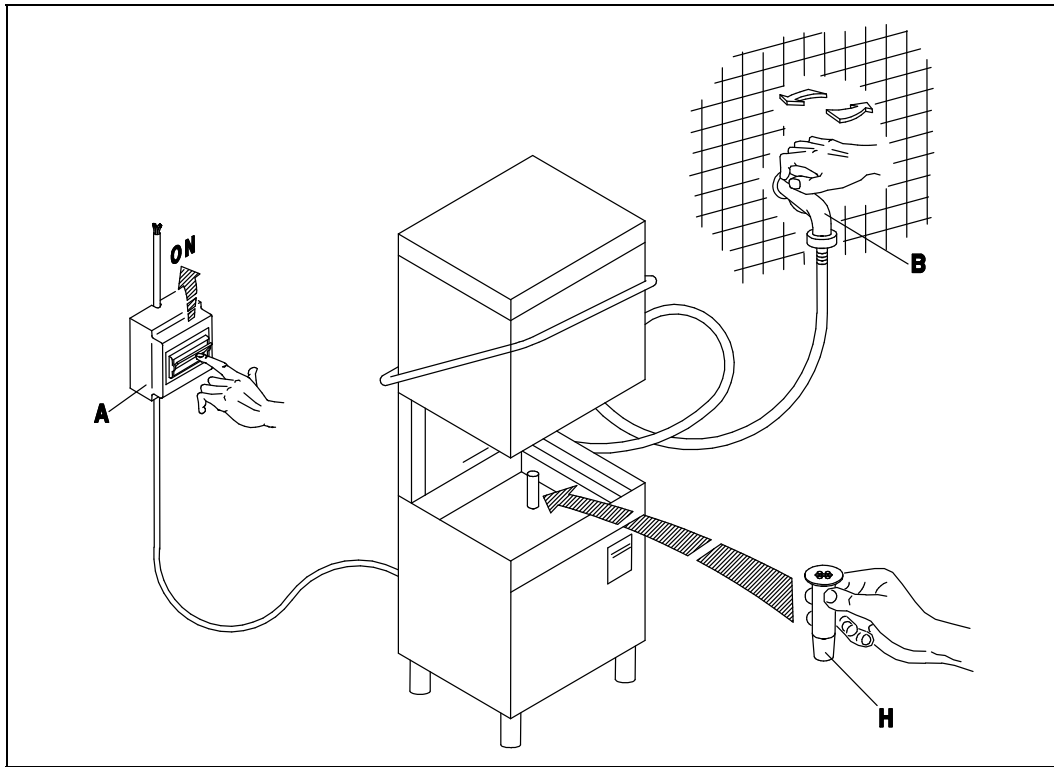

Fig. 3-1
- Aprire il rubinetto dell'acqua (B), inserire l'interruttore generale (A). Attivare l'interruttore principale dell'apparecchio (1), ne conseguirà l'accensione della spia (A) evidenziando che la macchina è sottoposta a tensione. A porta chiusa l'apparecchio si riempie d'acqua e alla fine del carico, si inseriscono automaticamente le resistenze della vasca e del boiler. Il funzionamento delle resistenze è reso visibile dall'accensione delle spie (D) ed (E). Quando entrambe le spie si spengono l'acqua avrà raggiunto le temperature impostate e l'apparecchio sarà pronto per iniziare il lavaggio. (fig. 3-1÷3-2)
- Turn on the water tap (B) and switch on the master switch (A). Turn the appliance ON switch (1), which will cause the warning light (A) to illuminate, indicating that the machine is live. When the door is closed the appliance fills with water. When it is full, the tub and boiler heating elements come on automatically. When the elements are activated, the warning lights (D) and (E) are illuminated. When both warning lights go out the water has reached the set temperature and the appliance is ready to begin the washing cycle. (fig. 3-1÷3-2)
- Öffnen Sie den Wasserhahn (B) und betätigen Sie den Hauptschalter (A). Beim Betätigen des Schalters (1) am Gläserspüler wird die Anzeige (A) aufleuchten, an der Sie erkennen können, daß die Maschine unter Spannung steht. Bei geschlossener Tür läuft Wasser in die Maschine; ist die nötige Wassermenge einmal erreicht, so schalten die Widerstände des Spülbehälter und des Boilers automatisch ein. Der Betrieb der Widerstände wird durch das Aufleuchten der Anzeigen (D) und (E) erkennbar. Beide Leuchtanzeigen erlöschen, wenn das Wasser eine vorbestimmte Temperatur erreicht hat, d. h. wenn der Gläserspüler betriebsbereit ist. (fig. 3-1÷3-2)
- Ouvrir le robinet (B) et insérer l'interrupteur général (A). Ouvrir l'interrupteur principal de l'appareil (1), le voyant (A) s'allumera ce qui signifie que la machine est branchée. L'appareil se remplit d'eau avec porte fermée et à la fin du chargement les éléments chauffants de la cuve et du boiler entrent automatiquement en action. Les voyants (D) et (E) s'allument quand les éléments chauffants fonctionnent. Les deux voyants s'éteignent dès que l'eau a atteint la température programmée et l'appareil est prêt pour commencer le lavage. (fig. 3-1÷3-2)
- Abrir el grifo del agua (B), conectar el interruptor general (A). Activar el interruptor principal del aparato (1); el encendido de la luz testigo (A) indica que la máquina está en tensión. Con puerta cerrada el aparato se llena de agua y cuando la carga esté terminada se conectarán automáticamente las resistencias del tanque y de la caldera. El funcionamiento de las resistencias es señalado por el encendido de las luces indicadoras (D) y (E). Cuando ambas luces se apaguen, el agua habrá alcanzado la temperatura programada y el aparato estará listo para empezar el lavado. (fig. 3-1÷3-2)
- A riempimento avvenuto, aprire la porta (I) e introdurre il detersivo (ca. 2 gr. per litro di capacità della vasca). Inserire il cesto (L) carico e chiudere la porta (I). Selezionare il ciclo di lavaggio inserendo il pulsante (4) ciclo breve (tasto premuto) ÷ ciclo lungo (tasto rilasciato). A questo punto premere il pulsante START (3) (almeno per 2 secondi) e avrà inizio il ciclo di lavoro visualizzato dalla lampada spia (C): la fine del ciclo coincide con lo spegnimento di questa spia. Per spegnere la macchina si dovrà disinserire l'interruttore (1) portandolo nella posizione (0) spia (A) spenta. (Fig.3-1÷3-3).
- Lorsque le remplissage est terminé, ouvrir la porte (I) et verser le détersif (environ 2 g pour chaque litre remplissant la cuve). Introduire le panier (L) plein et fermer la porte (I). Sélectionner ensuite le cycle de lavage en actionnant le bouton-poussoir (4) cycle court (touche enfoncée) ÷ cycle long (touche relâchée). A ce stade, presser le bouton-poussoir START (3) (au moins 2 secondes) et le cycle de fonctionnement commencera, visualisé par la lampe-témoin (C). La fin du cycle coïncide avec l'extinction de ce voyant. Pour arrêter la machine, il faudra débrancher l'interrupteur (1) en le ramenant sur la position (0): lampe-témoin (A). (Fig.3-1÷3-3).
- Después del llenado, abra la puerta (I) y vierta el detergente (2 gramos aproximadamente por litro de capacidad de la cuba). Introduzca el cesto (L) carga y cierre la puerta (I). Seleccione el ciclo de lavado por medio del selector (4) ciclo breve (tecla pulsada) ÷ ciclo largo (tecla soltada). Pulse ahora START (3) (almenos durante 2 segundos) para arrancar el ciclo de trabajo: se enciende la luz testigo (C), que se apagará al final del ciclo. Para apagar la máquina desconecte el interruptor (1) posición 0, luz testigo (A) apagada. (Fig.3-1÷3-3).